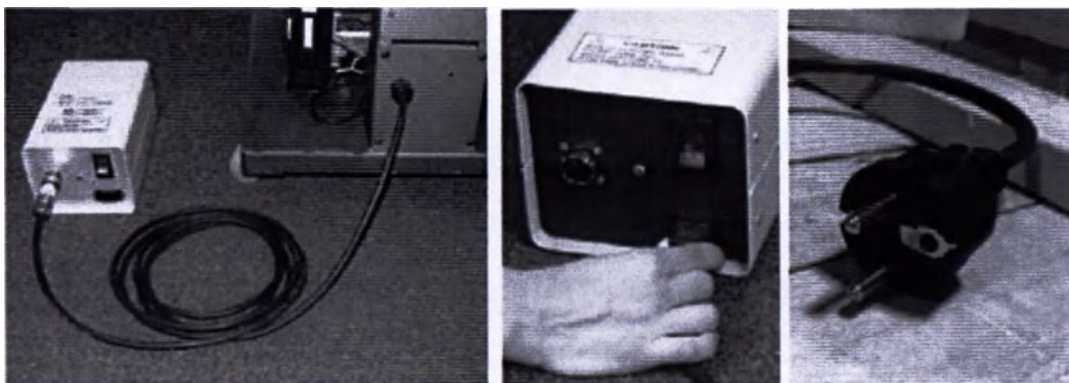

Рисунок 194. Подключение стойки к трансформатору и подключение трансформатора к сети
- Вставьте один конец сетевого шнура изоляционного трансформатора в трансформатор, а другой конец в соответствующую настенную розетку. Включите изоляционный трансформатор нажатием зеленого переключателя (Рисунок 194).